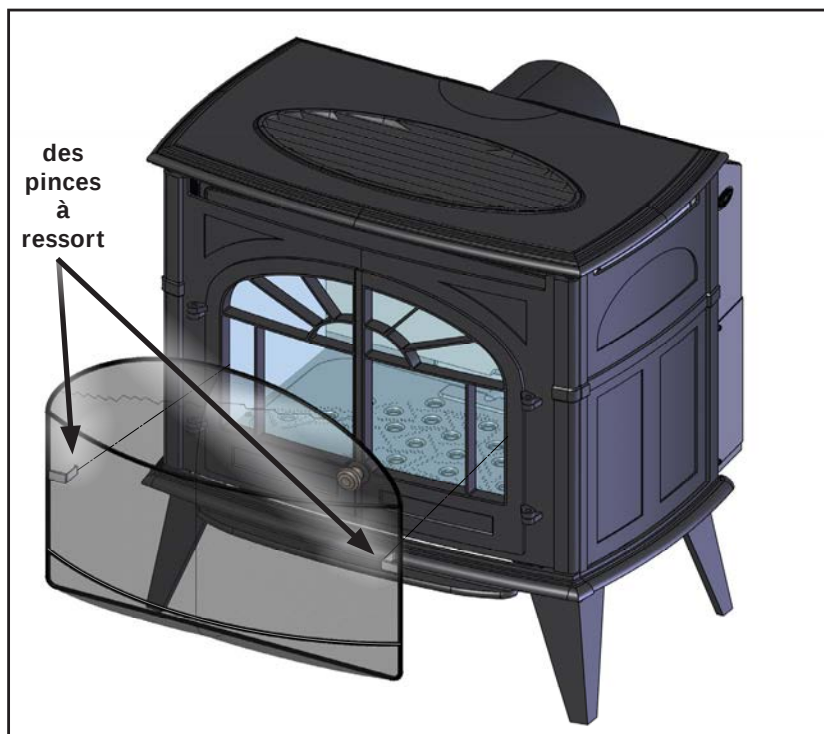

Figure 64: l'installation de l'écran de sécurité
1. Alignez les clips à ressort sur le côté de l'écran avec le bord intérieur de la porte en fonte (voir Figure 64)